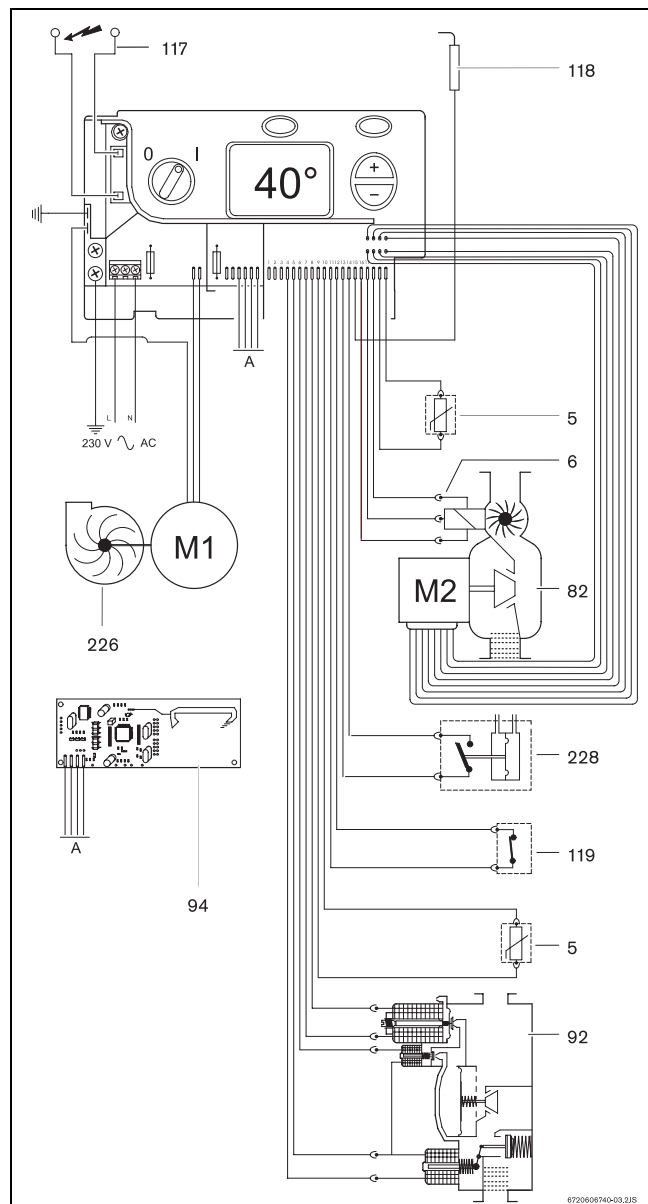

Fig. 3 Esquema eléctrico
Siempre que se abre un grifo de agua caliente, el sensor de caudal de agua (→Fig. 3, pos. 6) envía una señal a la unidad de mando. Esta señal provoca lo siguiente:
- Simultáneamente, empieza la producción de chispas y la llave del gas (→Fig. 3, pos. 92) se abre.
- El electrodo de ionización (→Fig. 3, pos.118) supervisa el estado de la llama